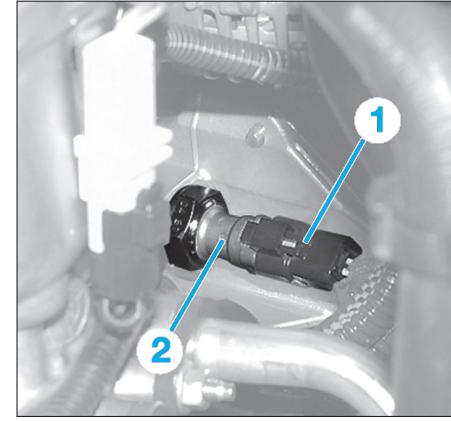

Fig. 12
- Débrancher le connecteur (1) puis déposer le manoncontact de pression d'huile (2) (Fig.12).